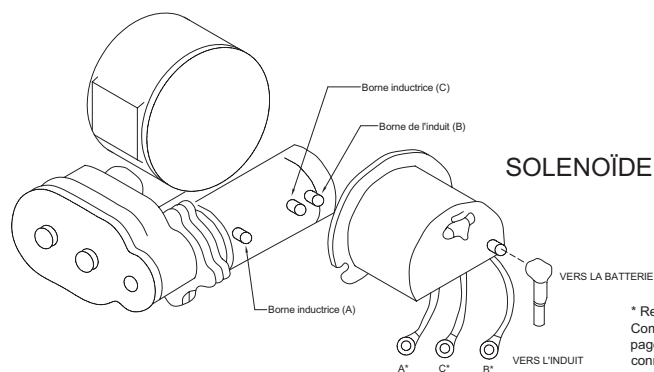

FIGURE 2
8. Pour tester les contacts supérieurs, utilisez le même branchement mais avec les bornes du dessus (cf. figure 2). Lorsqu'il est branché comme indiqué dans la figure 2, le moteur doit commencer à fonctionner.